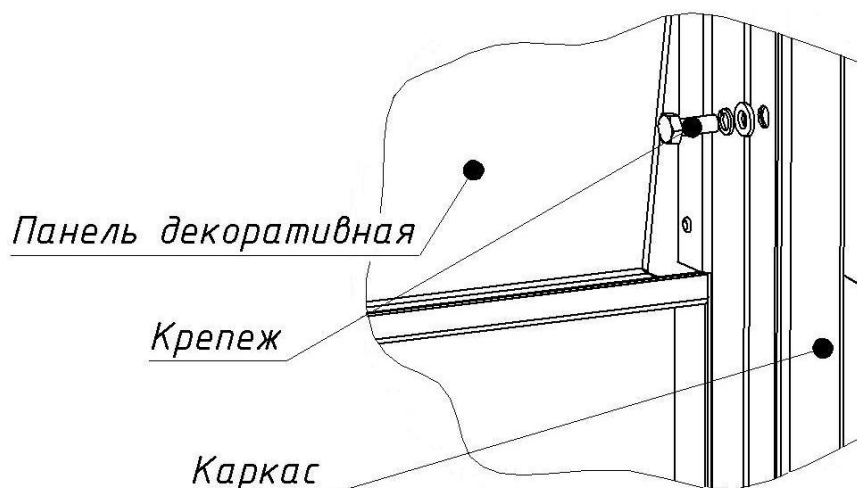

Рис.6 Крепление панели декоративной к каркасу изделия
- 3 - закрепите панель на каркасе с помощью комплекта крепежа с внутренней стороны изделия в четырех местах (рис.6).